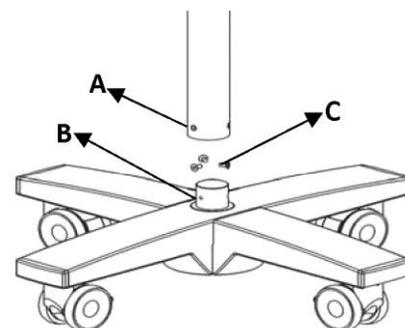

Fig. 7
1. Abra la caja del microscopio. Saque la (columna) de la caja. Monte la columna en eje con la base alineando los agujeros correspondientes en la columna (A) y el eje (B). Asegure la columna con (3) tornillos Allen M6 x16 mm (C) usando una llave Allen de 4 mm como se muestra en la Fig. 7.